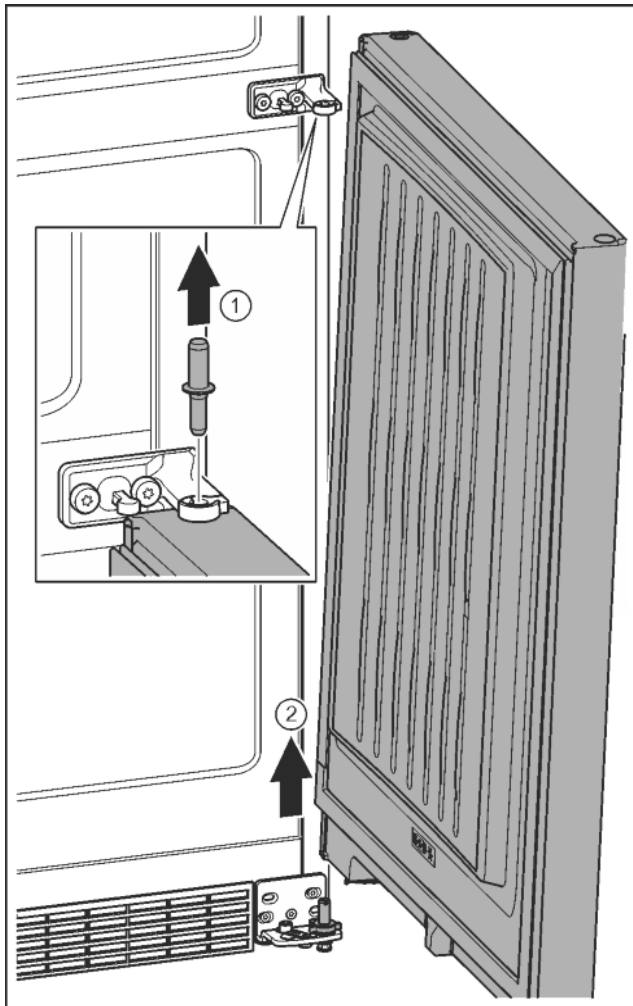

Fig. 12
- ▶ Čep vytáhněte nahoru. Fig. 12 (1)
- ▶ Dveře vysadte, vytáhněte nahoru a odložte stranou. Fig. 12 (2)